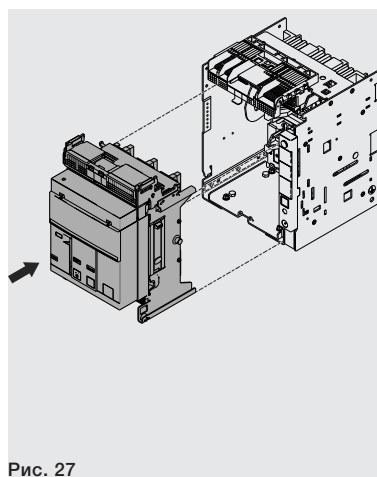
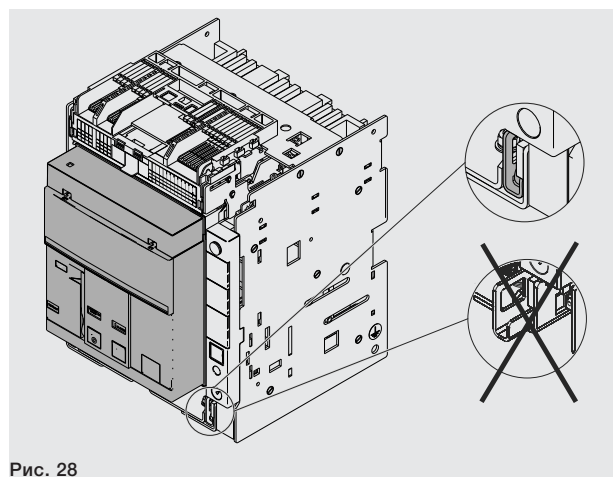

Рис. 27
Рис. 28
2. Установить подвижную часть в направляющие фиксированной части и задвинуть ее до упора. См. Рис. 27 и Рис. 28.